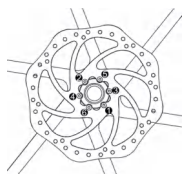
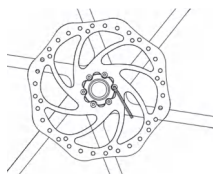

Figure 2-1 Séquence de serrage du disque et des vis de fixation du disque
Figure 2-2 Clé hexagonale de 3 mm pour serrer la vis de fixation du disque
- ① Installez le disque de frein sur le moyeu, en vous assurant que la marque sur le disque de frein est orientée vers l'extérieur (le sens de rotation de la roue est cohérent avec le sens de la flèche du disque), puis serrez les vis de fixation du disque à moitié serrées. Pour assurer la planéité du disque, les vis du disque doivent être serrées en alternance dans des positions relatives.
- ② Portez des gants de protection, appliquez une certaine force sur le disque dans le sens des aiguilles d'une montre et serrez les vis de fixation du disque dans l'ordre diagonal (comme indiqué dans la Figure 2-1 et la Figure 2-2).
- ③ Couple de serrage de la vis de fixation du disque 60 kgf-cm (55 lb-in)